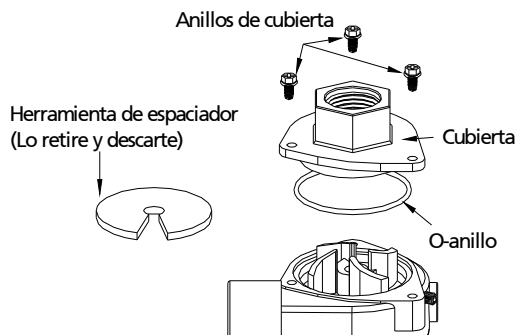

Figura 10
13. Aplique una capa delgada de aceite a los Nuevo o-anillo (Ref. No.8); después instale el nuevo o-anillo a la cubierta (vea Figura 10)
14. Alinee la cubierta con la vivienda y lo segura a la cubierta con tres tornillos de cubierta (Ref. No. 7) (vea Figura 10).